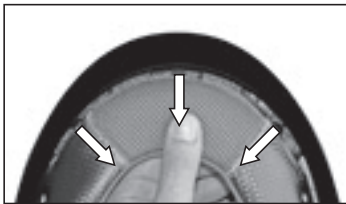

Fig. 5
- 2.1 Desenganche la lengüeta trasera izquierda del soporte fijado a la calota interna deformando levemente la junta del borde de la calota y tirando levemente del acolchado de confort, en correspondencia de la nuca, hacia el interior (Fig. 5). Repita la operación también con las lengüetas central y trasera derecha.
- 3.3 Enganche las lengüetas traseras de sujeción del interior de confort en los alojamientos correspondientes ubicados en la zona de la nuca (Fig. 5). Para realizar esta operación, deforme levemente la junta del borde de la calota y empuje hasta oír el clic de los enganches, poniendo atención en ajustar bien el acolchado al poliestireno interior.